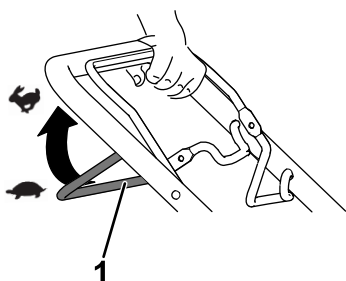

Figura 13
- Para activar la transmisión autopropulsada, tire de la barra de transmisión autopropulsada hasta el manillar y manténgala allí (Figura 13).